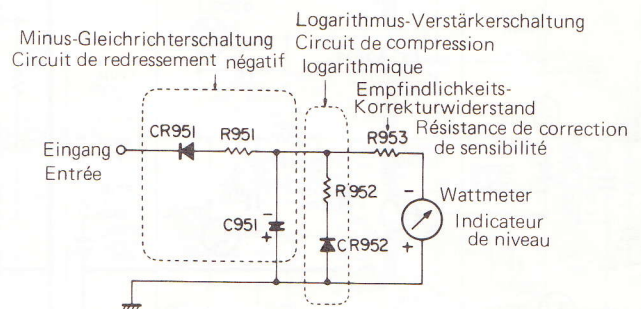

Abb. 5 Fig. 5
In Abb. 5 stellen die Elemente CR951, R951 und C951 die Minus-Gleichrichterschaltung und die Elemente R952 und CR952 den Logarithmus-Verstärker dar; R952 wird verwendet, um die Eigenschaften des Logarithmus-Verstärkers zu korrigieren. Wenn die Abweichung des Wattmeters groß ist, kann die Anzeige durch Austauschen von R953 durch einen Widerstand mit einem anderen Wert korrigiert werden.
**(3) Circuit de détection A.S.O. (Circuit de protection de transistor de sortie) (Fig. 5).**